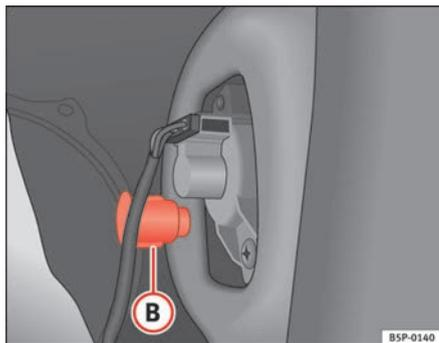

Fig. 191 Luz de mínimos/travagem
- Desenroskar a peça de plástico ⇒ fig. 191 (B) que fixa o farolim. Para iniciar a rotação, inserir uma chave de fendas na referida peça.